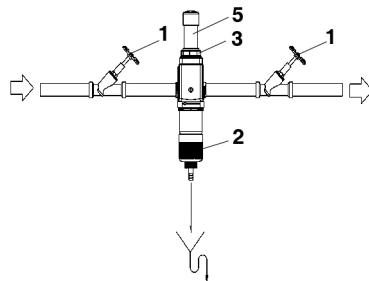

Figure 22. Remplacement cartouche IV
- Visser l' écrou-raccord (3) dans le sens horaire et serrer solidement à la main (env. 1 Nm) (cf. Figure 22).
- Refermer le volant manuel (2) en le tournant dans le sens horaire.
- Ouvrir de nouveau les vannes d' arrêt (1).